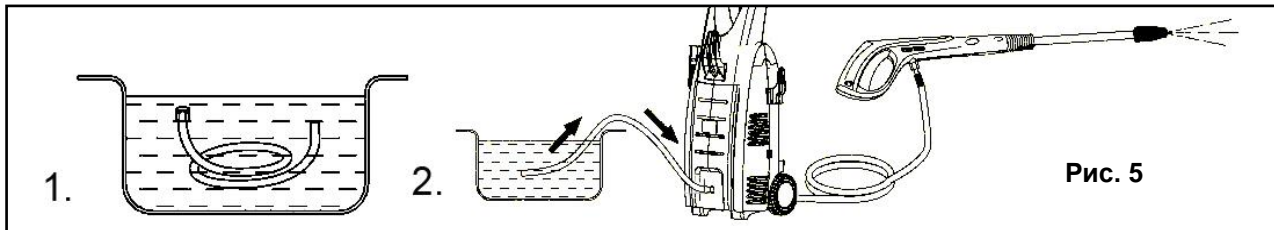

Рис. 5
- Погрузите водопроводный шланг в емкость с водой (См. Рис. 5), дайте ему наполниться водой. Выход всех воздушных пузырьков из шланга укажет на заполнение шланга водой.